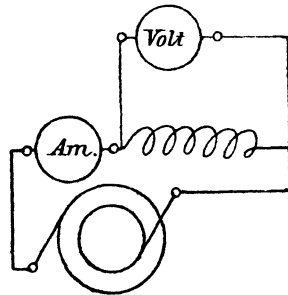

Fig. 104.
250. Zur Bestimmung des Selbstinduktionskoeffizienten wurde in den Stromkreis der Spule eingeschaltet ein Dynamometer Am. und parallel zur Spule ein Voltmeter (Fig. 104). Das erstere zeigte 200 [150] (260)⁰ Ausschlag an, das letztere 50 [48] (38) V. Die Tourenzahl der zweipoligen Wechselstrommaschine wurde zu 2800